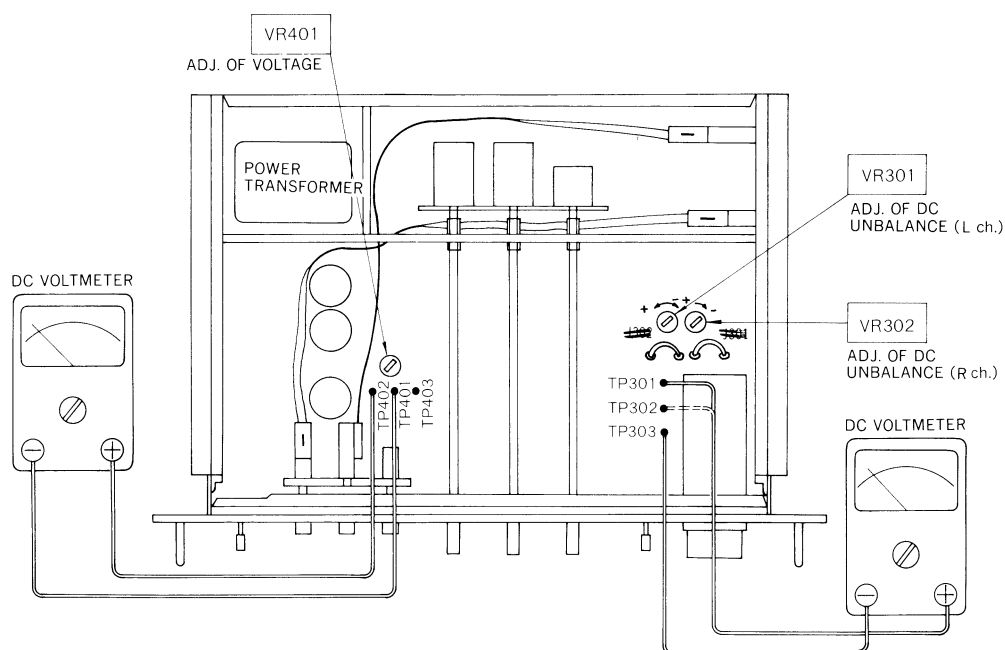

Fig. 1 (Abb. 1)
### • Diagramm für die abzustimmenden Teile (Abb. 1)
- Diagramme des sections devant être réglées (Fig. 1)